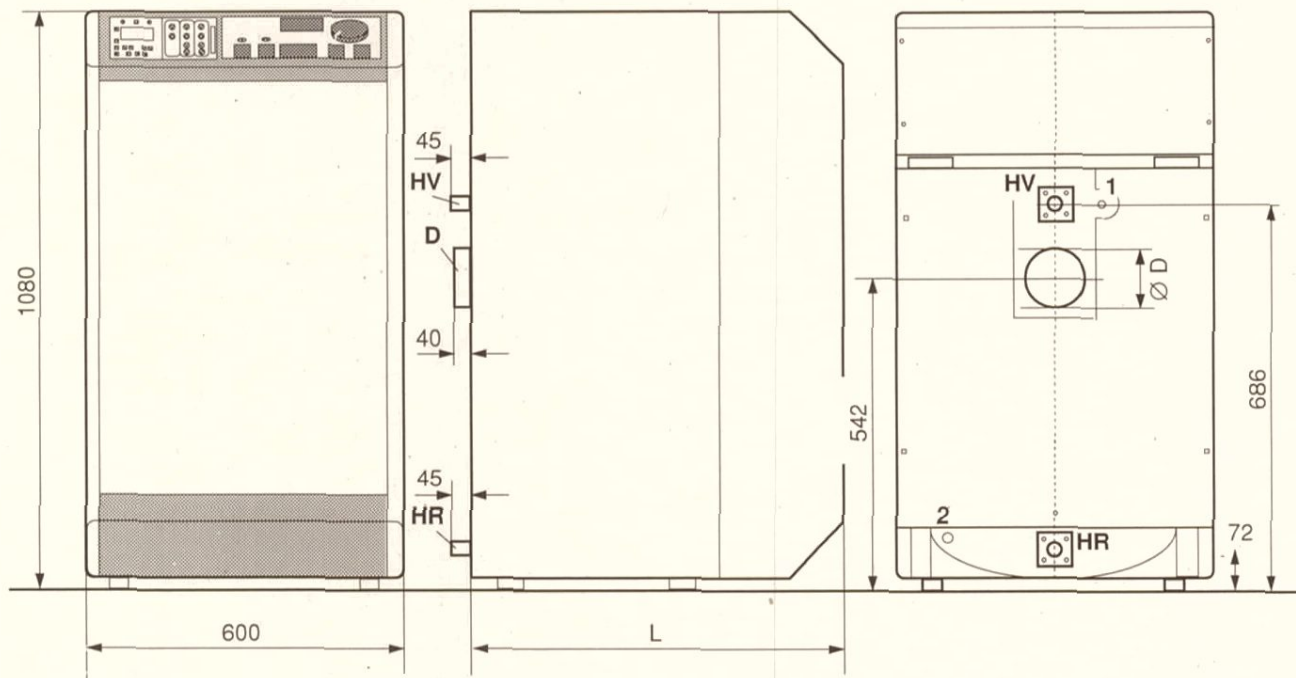

Abb. 1
- Heizungsvorlaufanschluß am Vorlaufanschluß (HV) anschließen. Siehe Abb. 1, Seite 3.
- Heizungsrücklauf am Rücklaufanschluß (HR) anschließen.
- Vorlaufanschluß für einen indirekt beheizten Speicher-Wassererwärmer mit Ladepumpe am mittels T-Stück Vorlaufanschluß (HV) anschließen.
- Der Kesselfüll- u. Entleerungshahn kann auch an der Kesselnrückseite Pos. 2 Abb. 1 montiert werden.
- Rücklaufanschluß für Speicher-Wassererwärmer mittels T-Stück am Rücklaufanschluß (HR) anschließen.